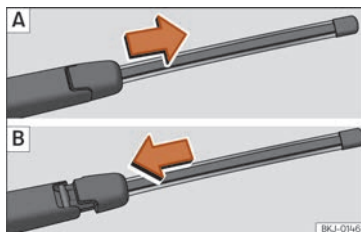

Fig. 84 Extraer y colocar la escobilla del limpiacristal.
- Deslice el adaptador de la escobilla en la dirección de la flecha y retire la escobilla » » fig. 84 A.
- Sitúe la escobilla, tal como se indica en la » » fig. 84 B y deslice el adaptador hasta que encaeste.